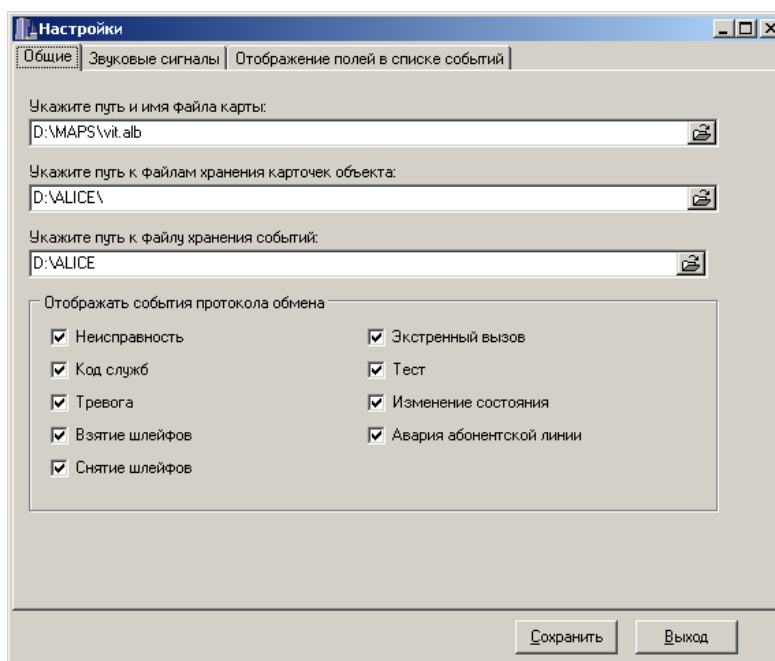

Рисунок 54
3.13.2 В закладке «Общие» пункта меню «Сервис/Настройки» (рисунок 54) кроме указания путей хранения графики и протокола событий, дается возможность включения/отключения всех звуковых сигналов и вывода сообщений на экран по группам объектовых событий. Данную функцию можно применять только в крайних случаях: например, при проведении регламентных работ на АТС (отключение КН вызовет массовые аварии по абонентским линиям), либо отключении электроэнергии в микрорайоне (огромный поток событий по переходу на резервное питание).